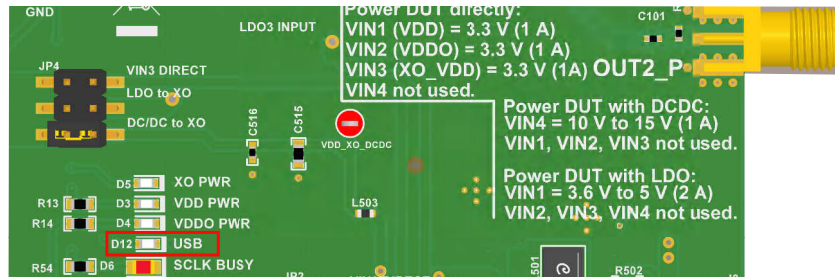

图 2-1. USB LED
- iii. 点击 *Identify* 使 LED 闪烁，如图 2-1 所示。这样可确认您已连接到希望连接的电路板。请注意，已连接到 PC 但未通过 TICS Pro 实例连接的 USB2ANY 器件，可能会持续以 1 秒亮、1 秒灭的慢速闪烁。点击 *Identify* 按钮后，LED 将以约 0.5 秒亮、0.5 秒灭的频率快速闪烁约 5 秒钟。